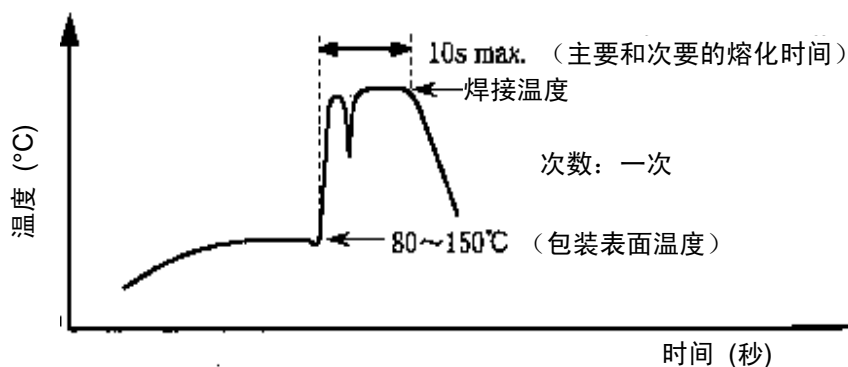

图 2 波动焊接方法温度
- [温度]                    温度如图 2 所示